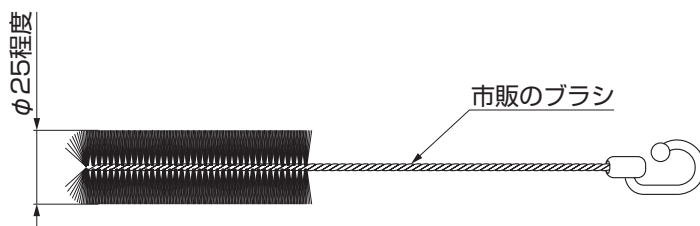

図2-4
- ブラシは円筒状で硬めの樹脂製のものを使用してください。(図2-4参照)